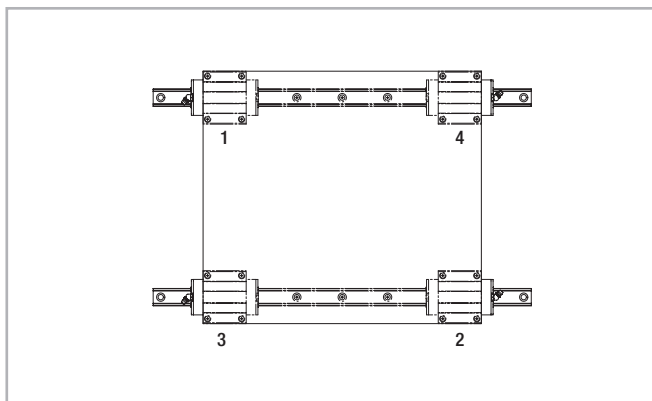

Fig. 56
(6) Placez avec précaution la table sur les patins et ne serrez que légèrement les vis de fixation.
(7) Pressez les patins contre l'épaulement de la table sur le côté maître du guidage en serrant les vis de pression et positionnez la table.
(8) Serrez à fond les vis de fixation sur le côté maître et le côté secondaire pour terminer l'installation. Remarque : Afin de fixer la table de manière régulière, serrez les vis de fixation en diagonale (voir fig. 56). Cette méthode permet un gain de temps lors de l'ajustement de la rectitude du rail de guidage et rend superflue la fabrication de goujons d'assemblage, ce qui réduit considérablement le temps requis pour le montage.